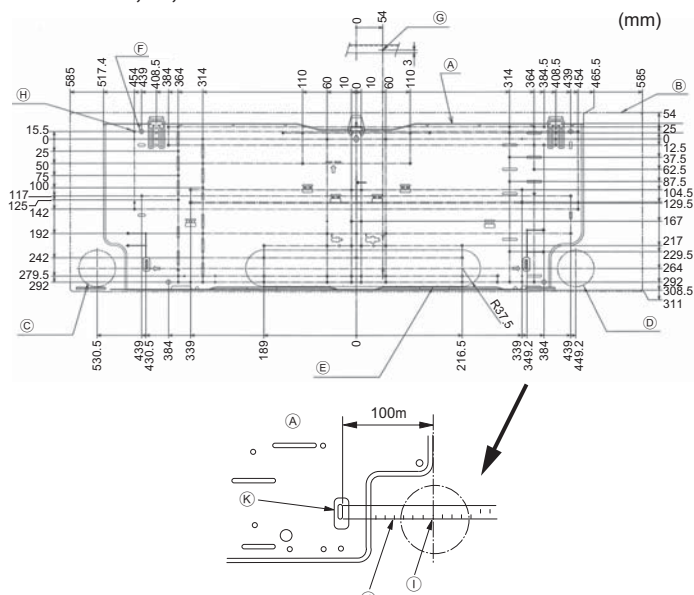

Рис. 3-2
①	Монтажная плата	1	Установить на заднюю часть блока
②	Винт-саморез 4 × 25	7
③	Изолента	2
④	L-образная соединительная трубка	1
⑤	Штуцер для зарядки	1
⑥	Беспроводной пульт дистанционного управления	1
⑦	Держатель ПДУ	1
⑧	Алкалайновые элементы питания (тип ААА)	2
⑨	Винт-саморез 3,5 × 16	2
⑩	Проставка	1	Используйте упаковочный материал
3.2. Установка настенного крепления (Рис. 3-2)